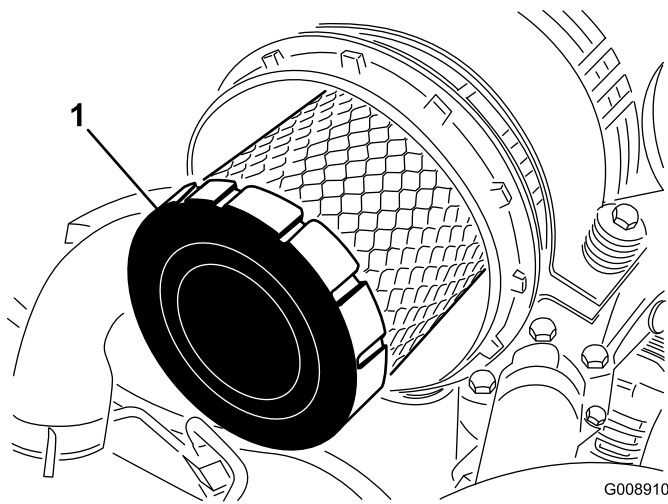

Figure 46
4. Déposez et remplacez l'élément principal (Figure 46).